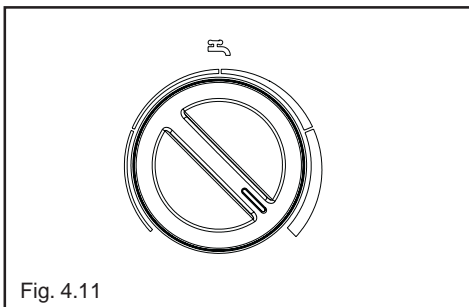

Fig. 4.11
Per regolare la temperatura dell'acqua sanitaria (bagni, doccia, cucina, ecc.), ruotare la manopola con il simbolo "☰" (fig. 4.11): in senso orario la temperatura aumenta, al contrario diminuisce.
In condizioni normali, quando il selettore di funzione è posizionato su "☰", il visualizzatore digit indica " - - " (fig. 4.11) a meno che sia in corso la fase di antigelo (AF) oppure venga attivata la funzione analisi combustione (CO).